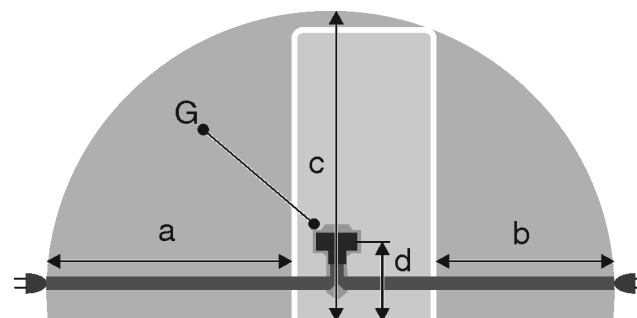

Fig. 54 *
- Steckdose liegt nicht hinter dem Gerät, sondern in den Bereichen a oder b *Fig. 54 (a, b, c)*.
- ▶ Gerätestecker *Fig. 54 (G)* auf der Rückseite des Gerätes einstecken. Auf richtiges Einrasten achten.